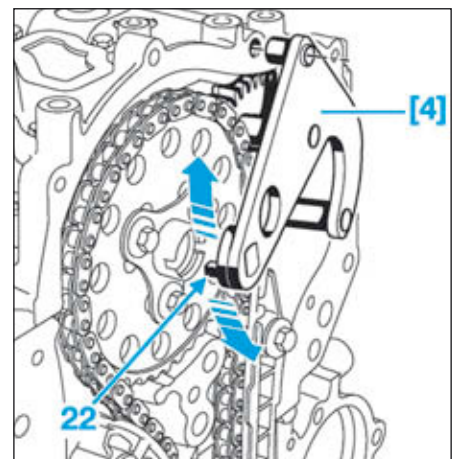

FIG.97
- Mettre en place la clavette (22) (Fig.97) de l'outil de calage d'arbre à cames [4] dans la rainure de l'arbre à cames.